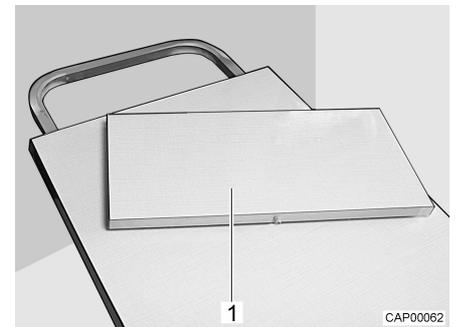

Fig. 28 Prolongación del tablero de mesa
La superficie útil de la mesa colgante se puede ampliar colocando una prolongación del tablero de mesa (Fig. 28,1).
- Colocar la prolongación del tablero de mesa (Fig. 28,1) en la prolongación de mesa.
- Quitar la prolongación del tablero de mesa (Fig. 28,1) y guardarla de manera segura.